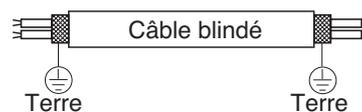

Fig. 5-4
- (5) Utilisez des câbles blindés pour l'interconnexion (c) et mettez le blindage à la terre des deux côtés pour éviter les parasites. (Fig. 5-4)